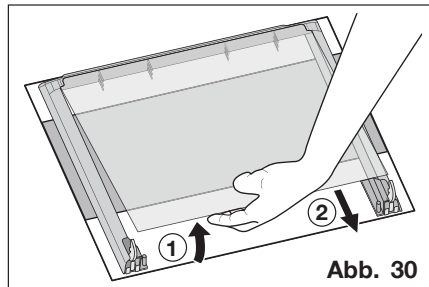

Abb. 30
9. Heben Sie die oberste Glasscheibe vorsichtig an und nehmen Sie diese heraus (siehe Abb. 30).